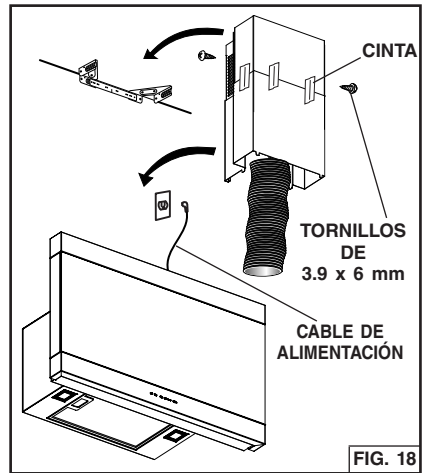

FIG. 18
6. Fije el conducto de humo superior e inferior con cinta adhesiva de manera temporaria, como se muestra. Fig. 18.
7. Eleve el conducto de humo a su posición. Fije el conducto de humo superior al soporte de montaje con dos (2) tornillos de 3.9 x 6 mm. Fig. 18.